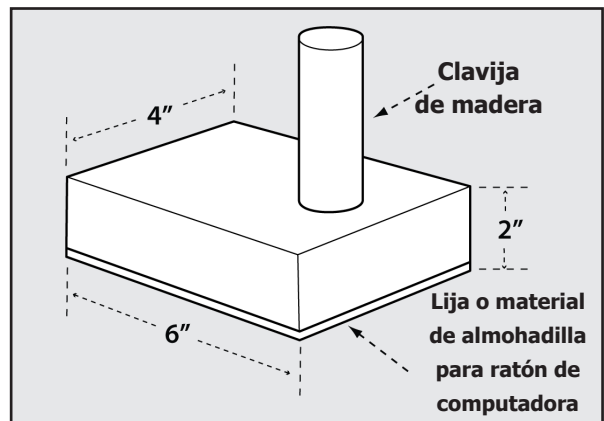

FIGURA 37
3. Pegue una trozo de material áspero o liso tal como una lija o caucho a la parte inferior del bloque para sujetar la pieza de trabajo (las almohadillas para ratón de computadora son adecuadas para esto). Vea la Figura 37.